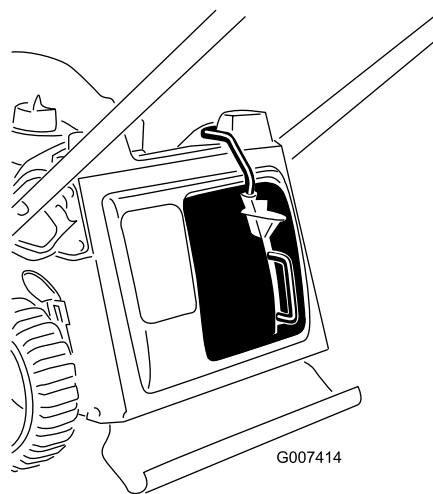

Рисунок 12
3. Отпустите кнопку на рычаге и убедитесь в том, что верхняя часть рычага полностью лежит в канале выключателя (Рисунок 12). Если верхняя часть рычага не находится в канале выключателя, машина не запустится.